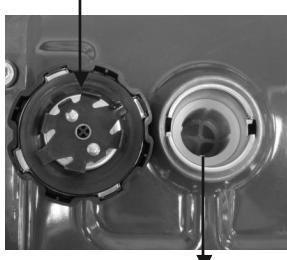

Рис. 37 Сетчатый фильтр
1. Снимите крышку бензобака и извлеките сетчатый фильтр (рис. 37).